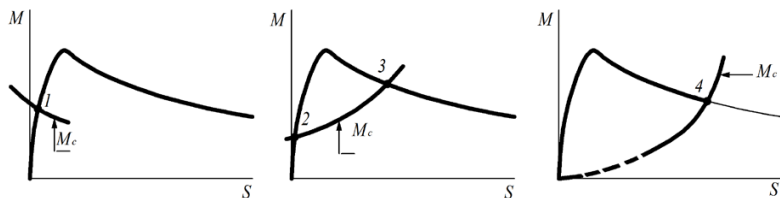

Рис. 8.2
4. На рис. 8.2 показаны механические характеристики асинхронного двигателя и нагрузочного агрегата M_c . Определите, является ли в указанных случаях работа асинхронного двигателя устойчивой. Почему? Что такое статическая устойчивость? Напишите математическое выражение условия статической устойчивости. Покажите на механической характеристике двигателя области устойчивой и неустойчивой работы.